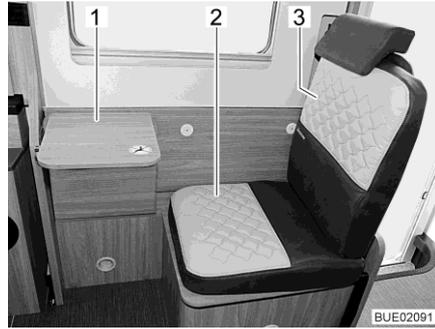
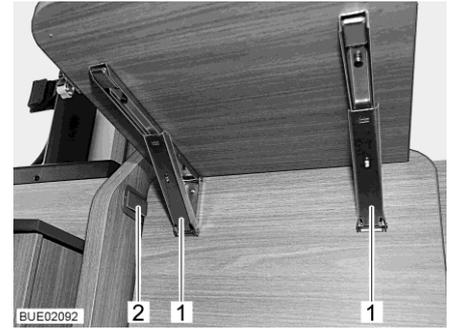

Fig. 24 Sedile supplementare con tavolo ribaltabile
Fig. 25 Fermi sul tavolo ribaltabile
- Posizionare il cuscino del divano fornito in dotazione (Fig. 24,2) e il cuscino dello schienale (Fig. 24,3).
- Ruotare verso l'alto la parte anteriore del divano, fino a che il fermo in plastica (Fig. 25,2) non si innesta.
- Ribaltamento del piano del tavolo verso il basso: Sbloccare i due fermi (Fig. 25,1) e ruotare verso il basso il piano del tavolo (Fig. 24,1).